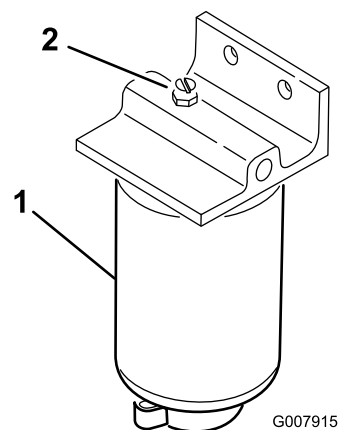

Figure 35
3. Ouvrez le bouchon d'aération sur le filtre à carburant/séparateur d'eau (Figure 35).